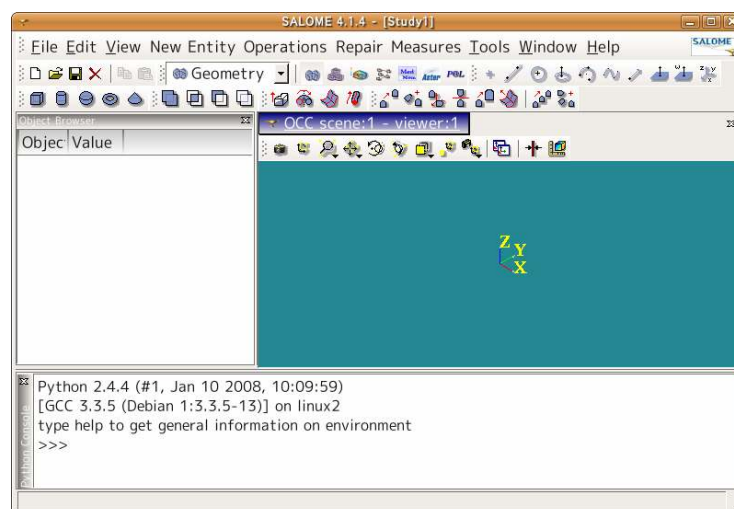

図 10 : Geometry 画面
- ② 「Activate module」というメッセージが表示されるので「New」を選択し、図 10 の Geometry 画面を表示する。